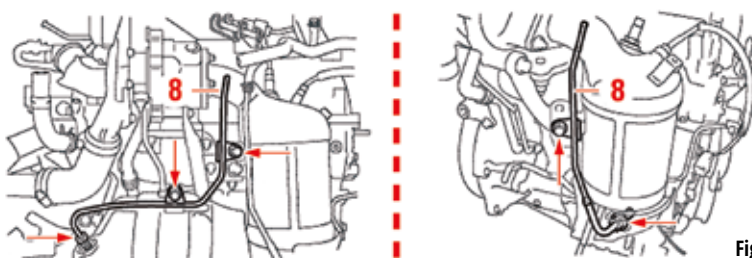

Fig. 36
- Staccare i condotti della presa di pressione **(8)** (Fig. 36).